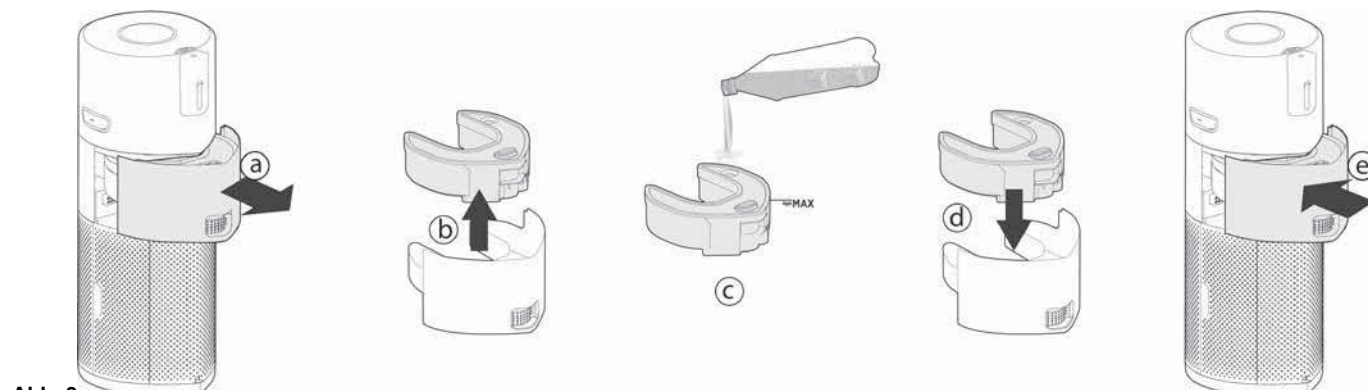

Abb. 3
3. Luftbefeuchter-Wasserbehälter auffüllen [Abb. 3]